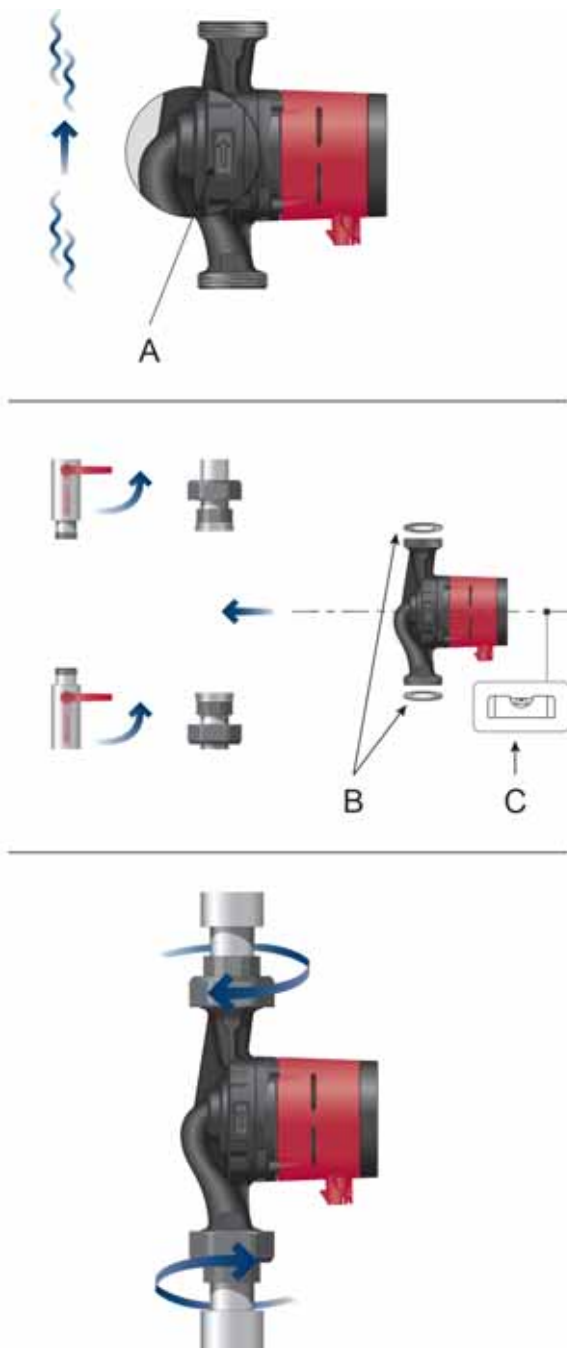

Fig. 1 Montage de l'ALPHA2 ou de l'ALPHA3
Les flèches sur le corps du circulateur indiquent le sens d'écoulement dans le circulateur. Voir fig. 1, pos. A.
1. Mettre les deux joints en place pendant le montage du circulateur sur la tuyauterie. Voir fig. 1, pos. B.
2. Installer le circulateur avec l'arbre du moteur horizontal. Voir fig. 1, pos. C. Voir aussi paragraphe 3.2 Positions du coffret de commande, ALPHA2, ALPHA3.